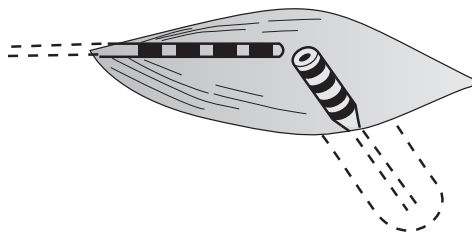

Figure 18. Jonction du connecteur à vis de l'extension dans le tunnel.
7. Faire glisser lentement l'extension percutanée dans le tube-guide jusqu'à ce que le connecteur à vis de l'extension soit partiellement dans le tunnel (Figure 18).